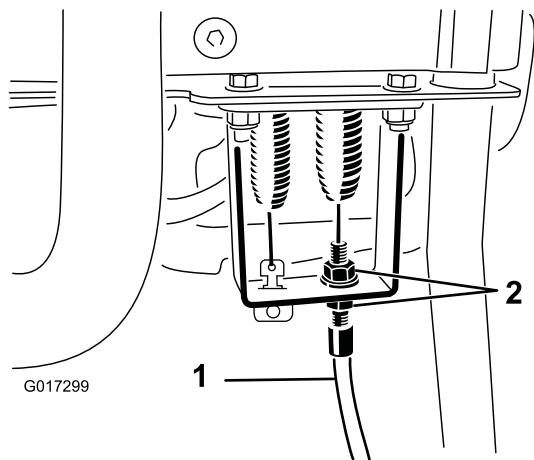

図 46
4. コントロールハンドルのバルクヘッド部で、リールコントロールケーブルをゆるめてケーブルにたるみを持たせる（図 46）。